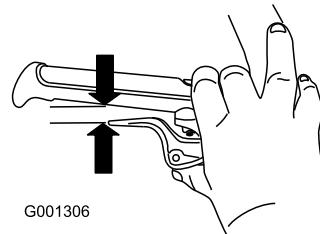

Bild 9
5. Drücken Sie den Griff ganz durch. Prüfen Sie dann den Abstand, der zwischen der Unterseite des Griffes und dem Radkupplungshebelende besteht (Bild 9).